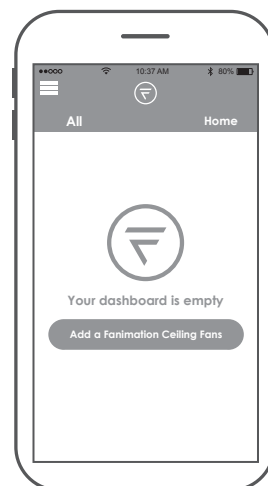

Figura 1
1. Visite el App Store de Apple o el Play Store de Google para descargarse la App gratuita fanSync Wifi. Cree su cuenta Fanimation fanSync. (Figura 1)
- ☐ **1. Instalación de la placa de la pared:** (Figura 1)